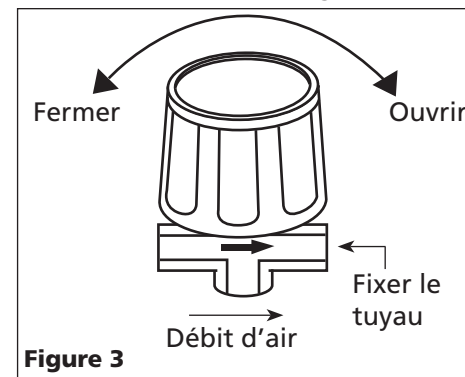

Figure 3
- Tourner le bouton du régulateur entièrement dans le sens des aiguilles d'une montre (Voir la figure 3).